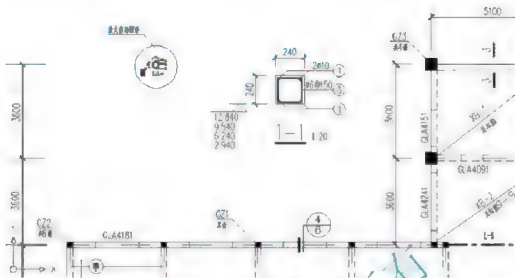

图 5.60 将“1—1 断面图”图块放大 5 倍
(3) 将“1—1断面图”图块放大5倍。
① 启动【缩放】命令(快捷键SC)。
② 在【选择对象】:提示下,选择“1—1断面图”图块。
③ 在【指定基点或[位移(D)] 位移】:提示下,选择“1—1断面图”图块的左下角作为放大图像的基点。
④ 在【指定比例因子或[复制(C)/参照(R)] 1.0000】:提示下,输入“5”后按Enter键,表示将图形放大5倍,结果如图5.60所示。
在图 5.60 中，特意保留了放大前的图形，经对比可知，右侧的梁断面图为放大后的“1—1 断面图”的图形。这里需要进行下列计算。
(1) 在模型空间内是按照主图（1:100 标准层结构平面图）的比例打印出图的，打印时图纸上的所有图形均缩小到原来的 1/100，所以需要将 1:20 的“1—1 断面图”再放大 $100/20=5$ 倍。
(3) 将“1—1 断面图”放大 $100/20=5$ 倍后，梁断面的高度和宽度尺寸变成 1200mm，观察图 5.60，标注的梁宽和梁高仍然为 240mm，这是由于“1—1 断面图”被做成了图块，组成“1—1 断面图”的众多图元变成一个图元，【缩放】命令只是将这个图元放大，而组成这个图元的内部众多图元被锁定，所以图形变大了而尺寸标注值并未随之改变。
(1) 在 1:20 的“1—1 断面图”中，文字“2Φ10”和尺寸标注值的高度均为 $3.5 \times 20 = 70\text{mm}$ ，标高符号三角形的高度为 $3 \times 20 = 60\text{mm}$ ，将图块放大 5 倍后，文字“2Φ10”和尺寸标注值的高度均变为 $70 \times 5 = 350\text{mm}$ ，标高符号三角形的高度变为 $60 \times 5 = 300\text{mm}$ 。
(2) 主图的出图比例为 1:100，图中文字高度为 $3.5 \times 100 = 350\text{mm}$ ，标高符号三角形的高度变为 $3 \times 100 = 300\text{mm}$ 。
(3) 观察图 5.60，对比可知主图和放大后“1—1 断面图”图块内的文字高度是相同的。打印缩小到原来的 1/100 后，1:100 的主图和 1:20 的“1—1 断面图”图块内文字